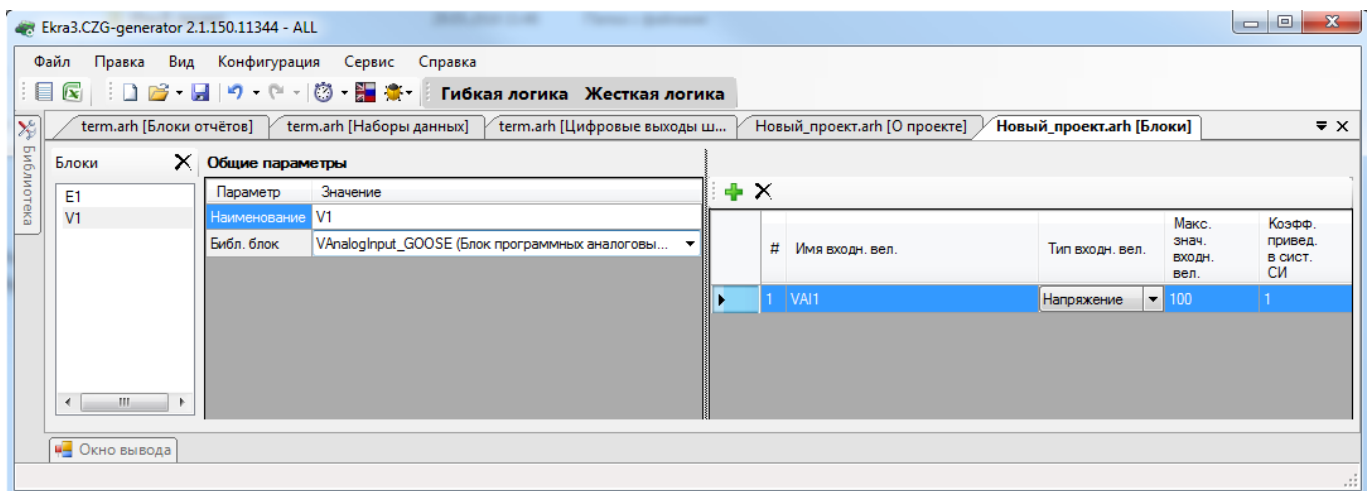

Рисунок 3.12
3.4.1.3.2 Блок программных аналоговых входов (см. рисунок 3.12)